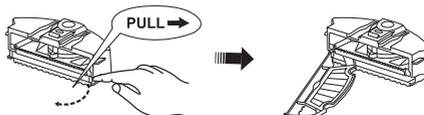

Рис. 6
4. Откройте держатель, фильтра находится внутри. (См. рис. 6)